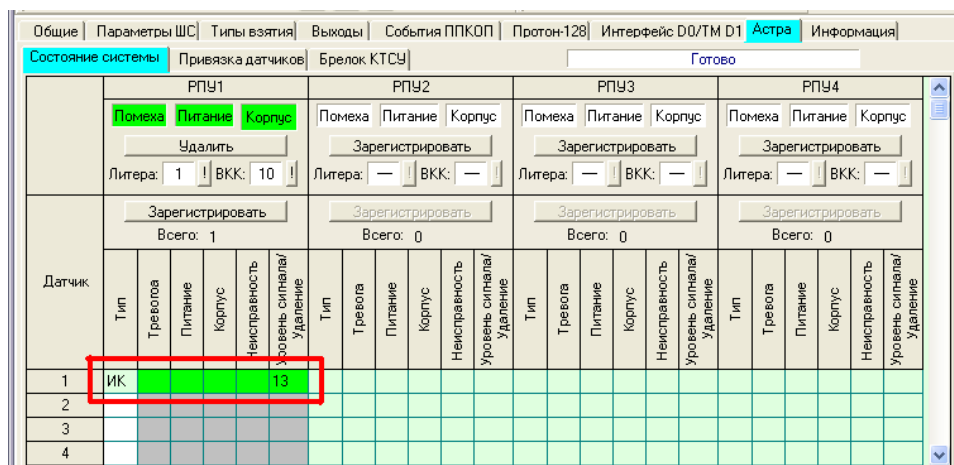

Рисунок 3.35
6) Зарегистрированный датчик появится в списке (рис. 3.35). При отсутствии датчика в списке необходимо инициировать событие на датчике: вскрыть корпус, вызвать сработку и т.п.